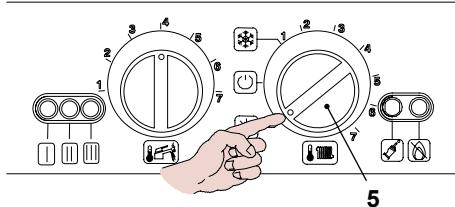

рис. 8.9
- Чтобы выйти из меню программирования, поверните переключатель 5 как показано на рис. 8.9.